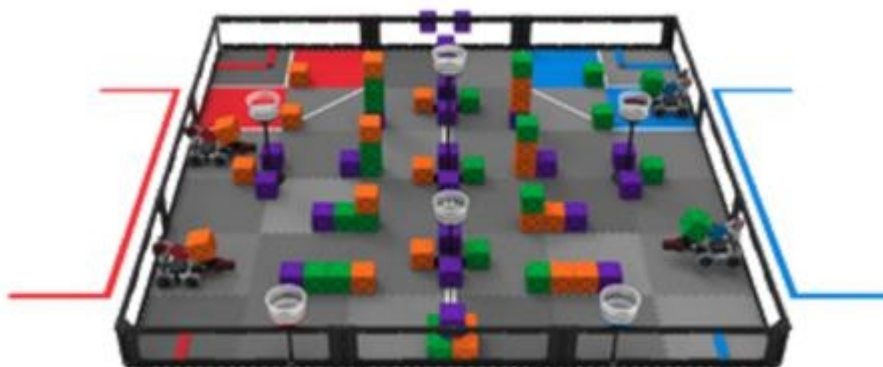

图 16 合法的启动位置及预装
6.3.2.3 每场比赛开始时，每台机器人必须与本队伍目标区和队伍站位一侧的场地围栏边墙接触，与发泡场地拼接块接触，与高脚杯没有接触，除预装的方块外与其它任何方块没有接触，与预装的方块接触，与目标区或边条没有接触，与其它机器人没有接触，见图 16。初赛中，红色队伍有权把它们的机器人最后放到场上。机器人的放置必须迅速，参赛队一旦确定机器人的位置就不能再调整。违反此规则的参赛队将由裁判员随机地重新放置他们的机器人。
6.3.2.4 每场比赛开始前，每台机器人必须用 1 个方块作为预装。预装的方块必须与该机器人接触且完全在场地围栏内，见图 16。如果某队的机器人在比赛中没有上场，裁判就将其预装的 1 个方块随机地放在场地上。